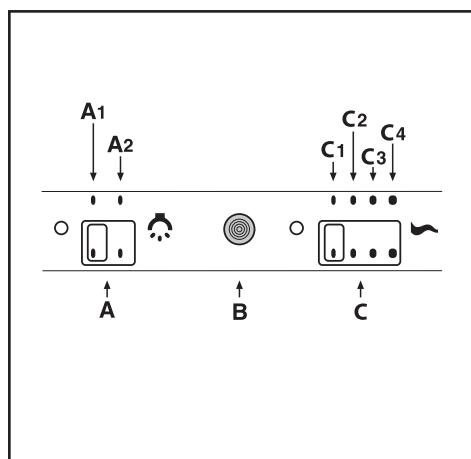

Fig.11
- **Comandi slider (Fig.11)** la simbologia è di seguito riportata: